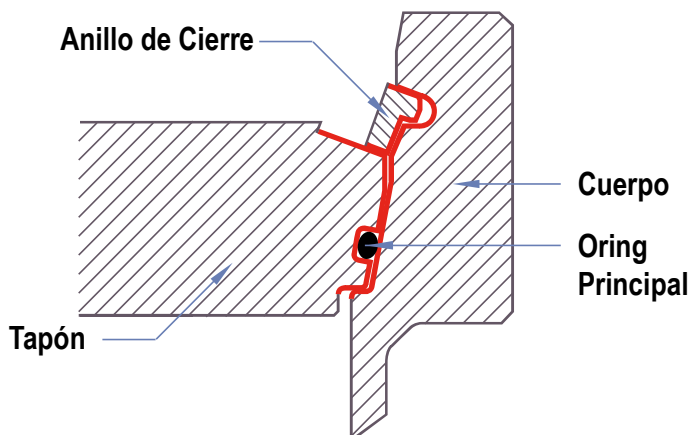

Fig. 8
f. Una vez concluido el proceso de soldadura, **y que el conjunto se encuentra a temperatura ambiente**, abrir la tapa y limpiar totalmente los restos de grasa, inclusive si están quemados y adheridos a las superficies en las zonas indicadas en la fig. 8 del punto 5.1 de este manual.
e. Una vez realizada esa comprobación, **lubricar abundantemente con grasa todas las zonas de contacto** indicadas en la fig. 8, instale el oring (previo control del mismo), engrasarlo y proceder con el cierre.